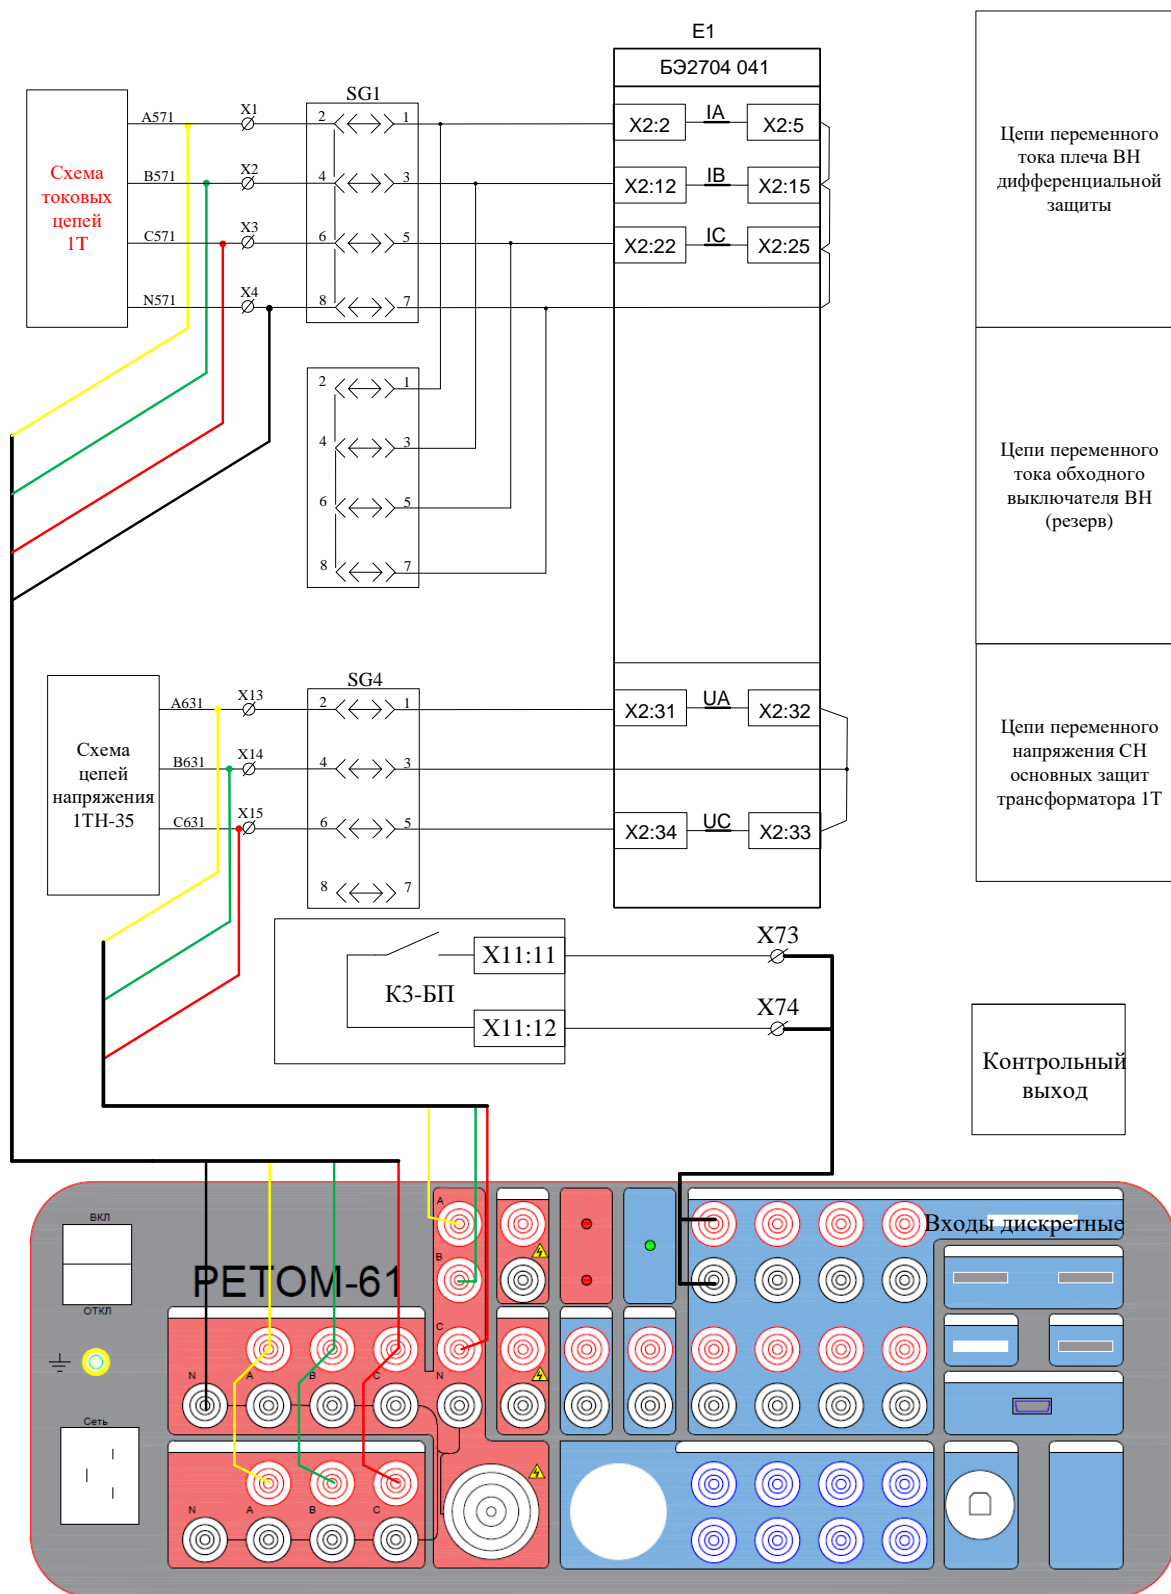

Рис. 109. Схема подключения токовых и дискретных цепей РЕТОМ-61 к блоку ЭКРА 041
- 2) Собрать схему подключения РЕТОМ-61 к «учебному стенду» (рис. 109).